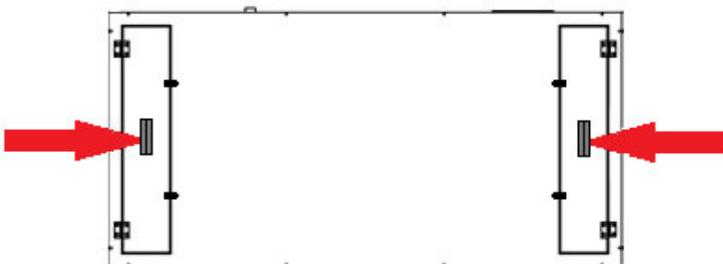

Fig. 12a
- para la unidad en versión horizontal, por puertas con charnelas inferiores dotadas de manillas empotrables y cerradas por dispositivos que bloquean el panel (estas puertas hacen común el acceso al filtro y al ventilador; **fig. 12a**)